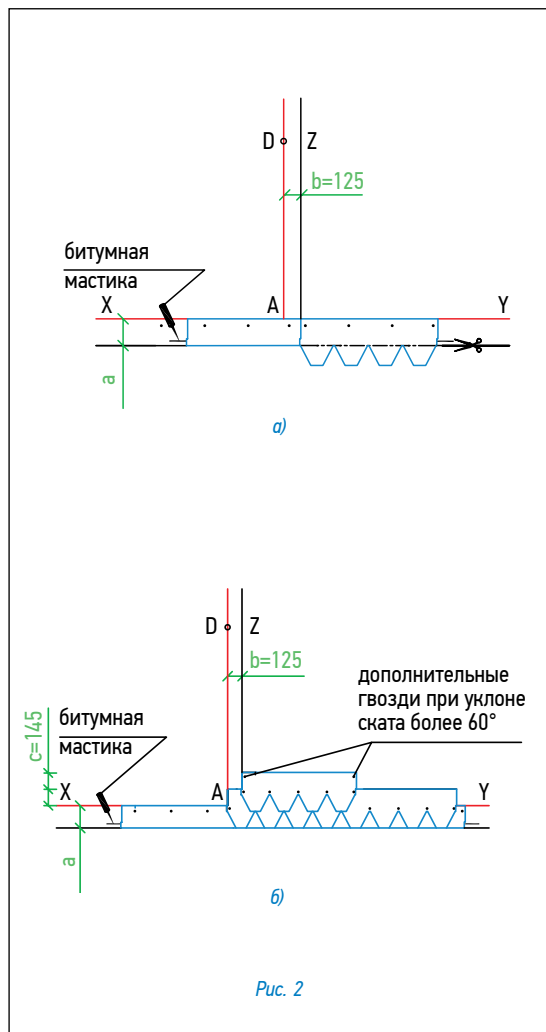

Рис. 2
**Укладка материала (рис. 2)**
- Начальный ряд формируется из специальной коньково-карнизной черепицы, либо из листов черепицы обрезанных по линии образованной конечными точками вырезов. Элементы начального ряда укладываются по линии карниза в обе стороны от линии Z (рис. 2а) и фиксируются по нижнему краю битумной мастикой, а по верхней кромке 4 гвоздями (ось гвоздей на 5 см ниже верхнего края полосы);
- далее первый ряд черепицы укладывается от линии AD (рис. 2б);
- второй ряд укладывается от линии Z (со смещением 12,5 см от AD) (рис. 2б);
Для крепления гибкой черепицы используются гальванизированные кровельные гвозди (FeZn) улучшенного прилегания (ершенные, крученые) с гладкими широкими шляпками (диаметр гвоздя – не менее 3 мм, диаметр шляпки не менее 9 мм). Длина гвоздей зависит от толщины и типа обрешетки. Каждый лист гибкой черепицы крепится 5 гвоздями в штатных местах таким образом, чтобы гвоздь прошивал и верхний край нижележащего листа черепицы (рис. 2б). При укладке черепицы на скатах с уклоном больше 60° лист должен крепиться 7 гвоздями (рис. 2б).